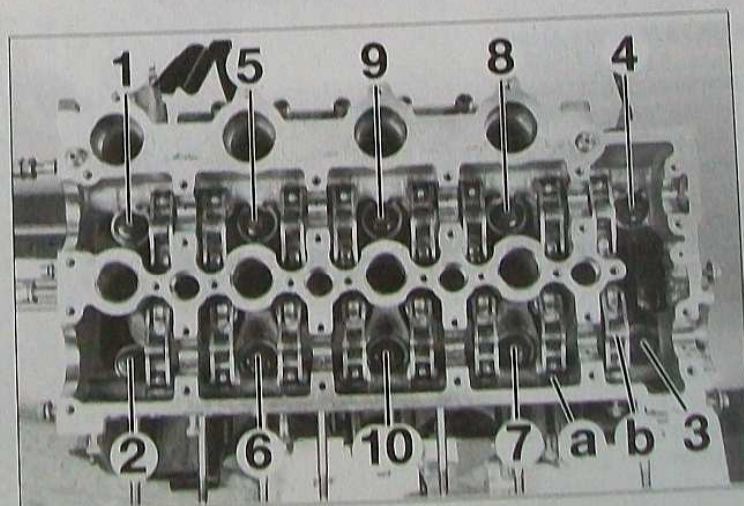

FIG. 41
- tous les linguets (b) avec leur poussoir hydraulique (a) en repérant leur position (Fig. 41).